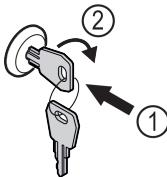

Fig. 127
- Zatlačte klúč Fig. 127 (1).
- Otočte klúč o 90° v smere hodinových ručičiek Fig. 127 (2).